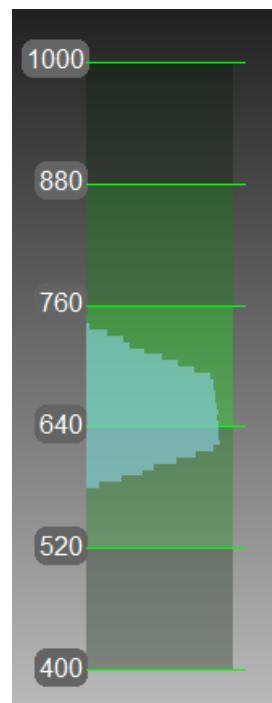

Рис. 5.3: Дальномер в окне 3D вида, изображающий поверхности, лежащие в пределах оптимального диапазона сканера Artec Eva
- Страйтесь располагать сканер как можно ближе к центру дальномера1 или немного ниже его (ближе к объекту) (см. Рис. 5.3)
1 С технической точки зрения, центр дальномера – центр глубины видимости. 3D-сканер имеет ближнюю и дальнюю плоскости отсечения (Рис. 3.2), которые определяют оптимальное расстояние между устройством и сканируемым объектом. Для наглядной визуализации расстояния до сканируемого объекта в Artec Studio реализован инструмент *Дальномер*, который представляет собой набор полу-прозрачных гистограмм, расположенных слева в окне *3D вида* (см. Рис. 5.3). Каждая гистограмма отображает распределение точек получаемых поверхностей по расстоянию до сканера. Цвет гистограммы соответствует набору поверхностей, из которого она получена: по умолчанию серый цвет используется для зарегистрированных ключевых кадров, светло-зеленый – для нескольких последних кадров зарегистрированной последовательности, темно-зеленый – для успешно зарегистрированного последнего кадра, а красный обозначает сбой регистрации.